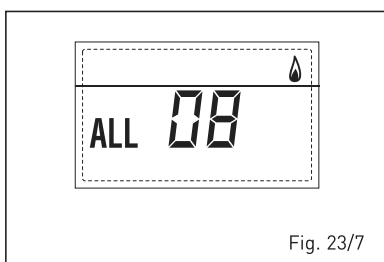

Fig. 23/7
– **ANOMALIA CIRCULAÇÃO ÁGUA “ALL 09” (fig. 23/8)**